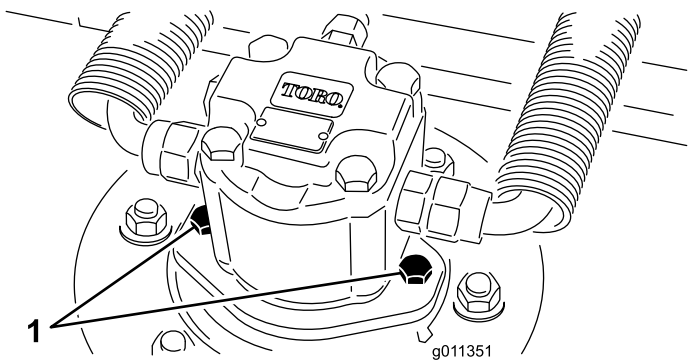

Figura 79
2. Desconecte el motor hidráulico y retírelo de la carcasa (Figura 79). Tape la parte superior del eje para evitar la contaminación.
4. Instale el motor hidráulico en la carcasa (Figura 79). Asegúrese de que la junta tórica está correctamente colocada y que no está dañada.